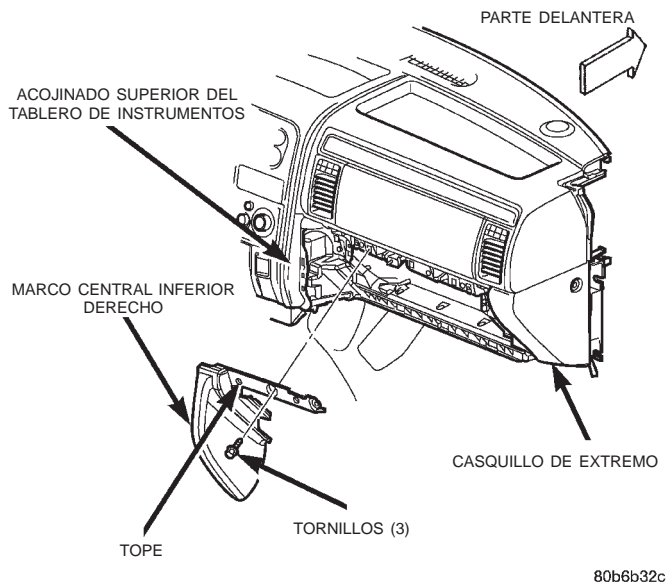

Fig. 24 Desmontaje e instalación del marco central inferior derecho del tablero de instrumentos
- (1) Desconecte y aisle el cable negativo de la batería.
- (2) Abra la guantera.
- (3) Retire los tres tornillos que fijan el marco central inferior derecho a la abertura de la guantera del tablero de instrumentos (Fig. 24).
- (4) Separe el marco central inferior derecho en línea recta hacia atrás del tablero de instrumentos